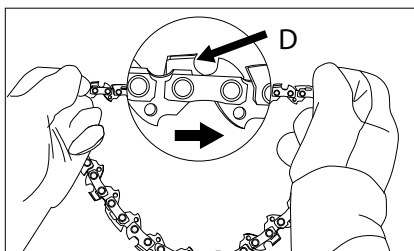

Рис. 7
5. Розстеліть ланцюг в коло, направивши різучі кромки (D) відповідно до вказівників на захисній кришці і на шині бензопили (рис. 7).